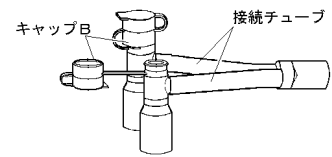

図. 2
- 9) 片肺を収縮させる際は、収縮側の肺に通じるシーベルコネクタのキャップB（3. 使用方法等に関連する使用上の注意の4）コネクタに関する事項の図. 2参照）を開け、大気開放状態とし、さらに収縮側の接続チューブをクランプする。
- ・肺を収縮させる際に、何れかのキャップBを開け、大気開放状態にする。（図. 2）
- ④片肺を収縮させる際は、収縮側の肺に通じる接続チューブをクランプする。[接続チューブ以外はクランプしないこと]
- ①サクシオンチューブには、挿入時の目安となる目盛りマーキングが施されているので参考とすること。
- ②分泌物等の吸引は、臨床上的判断に基づき適正な吸引圧で行うこと。
- ③脂溶性の医薬品又は薬液等により、サクシオンチューブに使用されているポリ塩化ビニルの可塑剤（7カル酸ジ-2-エチルヘキシル）が溶出する可能性があるので注意すること。